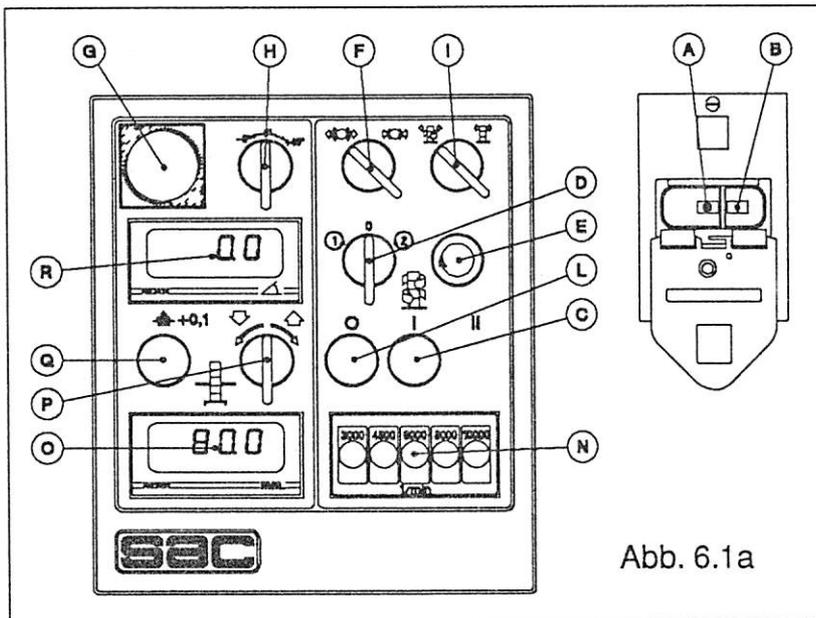

Abb. 6.1a
Spindel motor mit eine Geschwindigkeit: Abb. 6.1a.
a) die Maschine mit dem Druckschalter B der Abb. 6.1A unter Spannung setzen;
b) durch Drehen des Wählschalters D der Abb. 6.1A die Drehrichtung der Spindel einstellen, durch Drehung im Gegenuhrzeigersinn, Position 1, Einstellen der Drehrichtung im Gegenuhrzeigersinn, durch Drehung im Uhrzeigersinn, Position 2, Einstellen der Drehrichtung im Uhrzeigersinn;
c) wenn die Drehrichtung im Uhrzeigersinn eingestellt wurde, den Leuchtschalter E der Abb. 6.1A drücken und bis zum Anlaufen der Spindel gedrückt halten; das Aufleuchten einer Kontrolllampe zeigt an, daß die Drehrichtung im Uhrzeigersinn gewählt wurde; keine gleichgerichteten Bearbeitungen
Jedesmal, wenn die Drehung im Uhrzeigersinn gewünscht wird, muß der Druckschalter E der Abb. 6.1A betätigt werden.